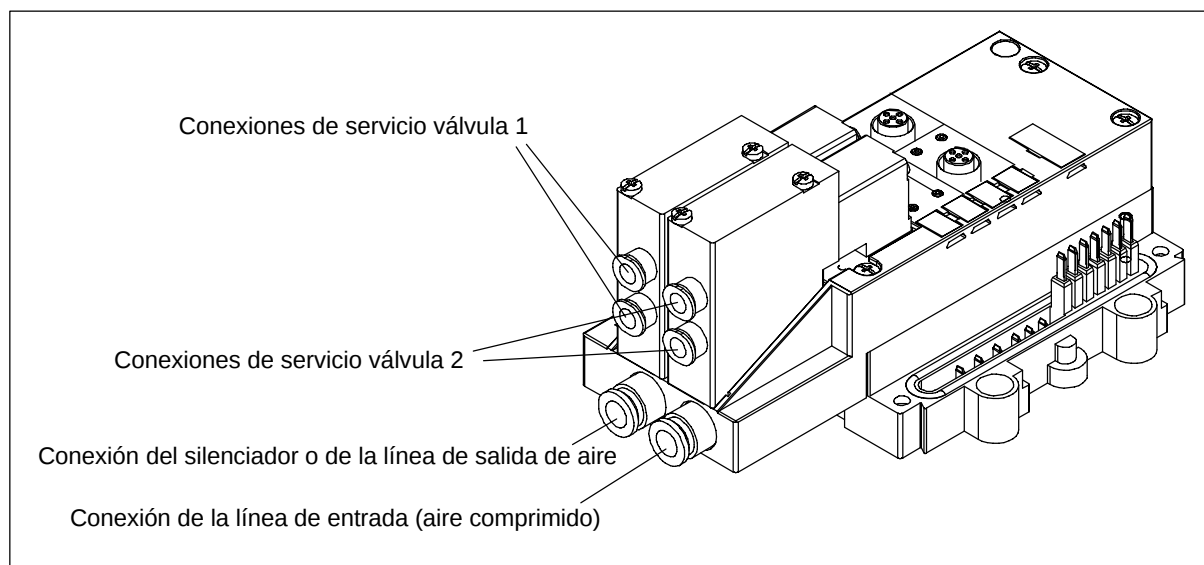

Figura 3-7 Líneas de alimentación y servicio del módulo neumático EM 148-P DI 4 x 24V DC/DO 2 x P
1. Utilizar mangueras de tolerancia exterior de FESTO, p.ej., tipo PUN ... o tipo PAN Empujar la manguera con un diámetro exterior equivalente al indicado en la tabla 3-2 hasta el tope de manera que recubra la toma correspondiente en el módulo (ver figura 3-7).
Si se desea que la salida del aire se conduzca directamente al ambiente, se puede dejar abierta la conexión correspondiente en el módulo (ver figura 3-7). Se recomienda colocar un silenciador en el conector de la salida del aire con el fin de reducir el ruido.